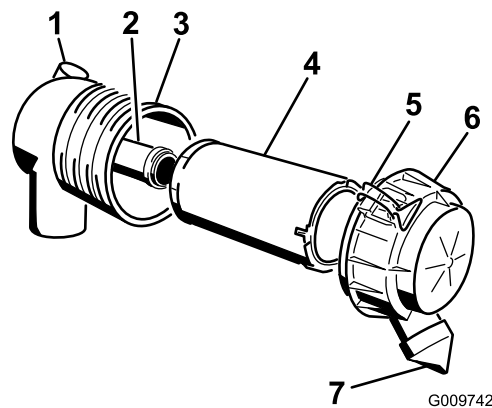

Figure 54
1. Sortez le préfiltre du boîtier du filtre avec précaution (Figure 54).
4. Si vous remplacez l'élément filtrant de sécurité, insérez-le avec précaution dans le boîtier du filtre (Figure 54).
6. Reposez le couvercle du filtre à air, le côté portant l'inscription « UP » en haut, et verrouillez-le (Figure 54).